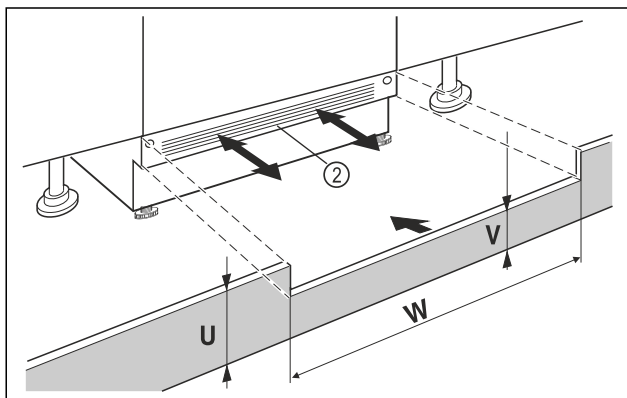

Fig. 88 Vejledende illustration
- ▶ Påsæt enhedens sokkelpanel Fig. 88 (2), men uden at fastgøre den.
- ▶ Ved synligt sokkelpanel Fig. 88 (2) skal det trækkes så langt frem som muligt, så forkanten af ventilationsgitteret og møbelsokkelpanelet danner ét plan.
- ▶ Ved skjult sokkelpanel Fig. 88 (2) skal det skubbes helt tilbage.
- ▶ Se til, at ventilationslisterne er helt frie: Ved behov kan man tilskære møbelsokkelpanelet Fig. 88 (U) i højden!
- ▷ Langs nichebredden Fig. 88 (W) tilpasser man stanghøjden Fig. 88 (V) under enhedssokkelpanelet Fig. 88 (2).